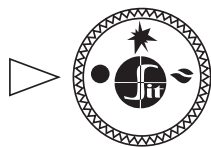

Рис. 5
- 6.2. В исходном (выключенном) положении ручка управления находится в положении «точка» (рис. 5). Пилотная и основные горелки погашены (подача газа к ним заблокирована).
- 6.5. Выключение аппарата производится путем поворота ручки в положение «точка» (рис. 5). При этом пилотная и основные горелки (если горят) погаснут.